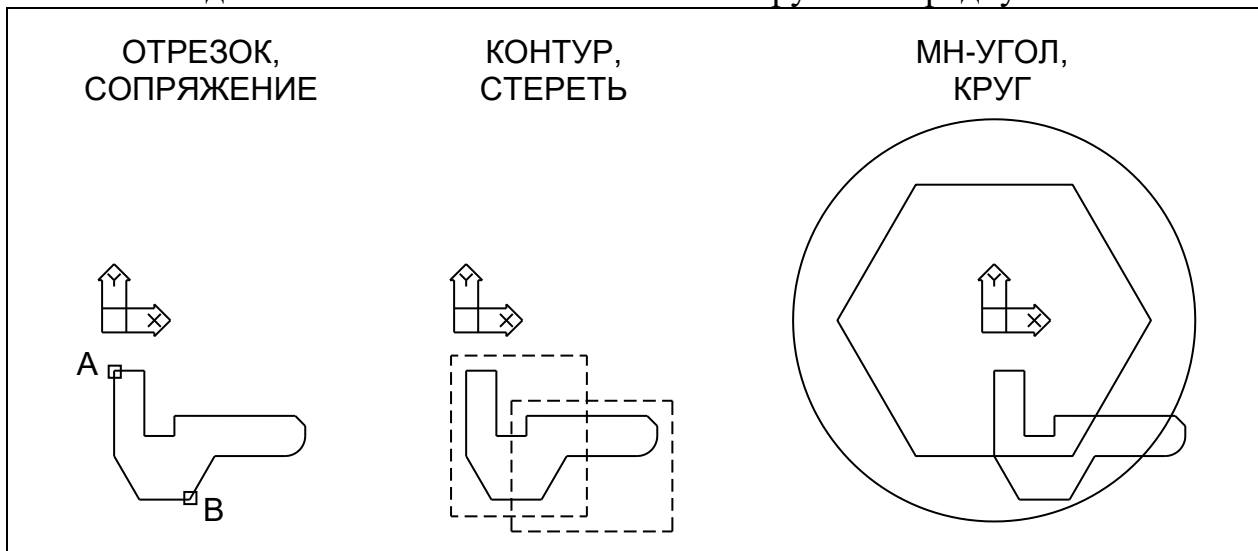

Рис. 25
Вначале командой **ОТРЕЗОК**, начиная от точки **A** (рис. 25), обходом по часовой стрелке последовательно построить 9 отрезков до точки **B** (игнорируя пока скругление  $R4$ ). Наклонный отрезок фаски шестигранника построить вводом относительных полярных координат в виде  $@10<-120$ .
Командой **СТЕРЕТЬ** удалить исходные отрезки и дуги, которые образовывали профиль, используя для их выбора две простые рамки (см. рис. 25). В результате останется только полилинейный контур сечения.
3. Командой **МН-УГОЛ** построить шестиугольник с центром в начале координат (сориентировав его, как показано на рис. 25). Командой **КРУГ** построить в начале координат круг с радиусом, несколько превышающим удаленность точки **B** от оси детали.